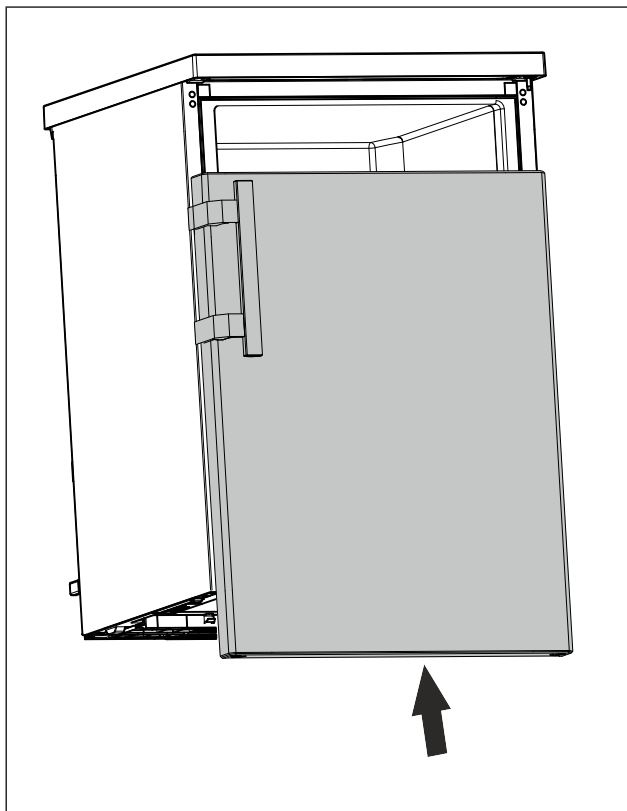

Fig. 15
- ▶ Når døren er lukket, skubbes den på den øverste bolt. (se Fig. 15)